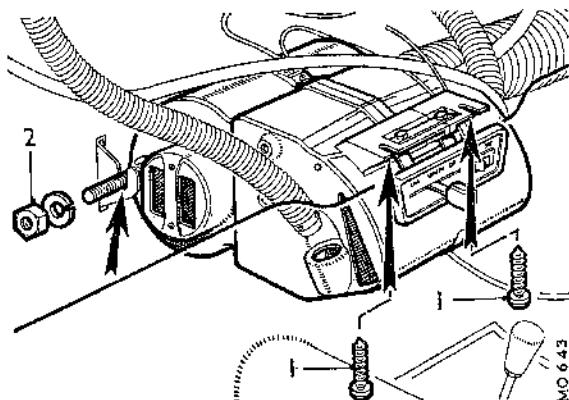

Fig. Rb.1
- (1) Vaciar el sistema de refrigeración (Sección C.1).
- (2) Quitar las alfombrillas de la parte anterior del piso para que no se manchen con el refrigerante al desconectar los tubos del calefactor.
- (3) Quitar de la unidad del calcfactor los tubos de entrada de aire y del desempañador.
- (4) Quitar los dos tornillos (1) que fijan la parte anterior del calefactor y aflojar la tuerca (2) que sujeta la parte posterior de la unidad. (Fig. Rb.1).
- (5) Desconectar las conexiones eléctricas del interruptor y del motor del soplador.
- (6) Desconectar los manguitos del agua del calentador, tapar con los dedos los tubos matrices y levantar el calefactor de los soportes posteriores sacándolo del coche. Vaciar el refrigerante del calefactor.